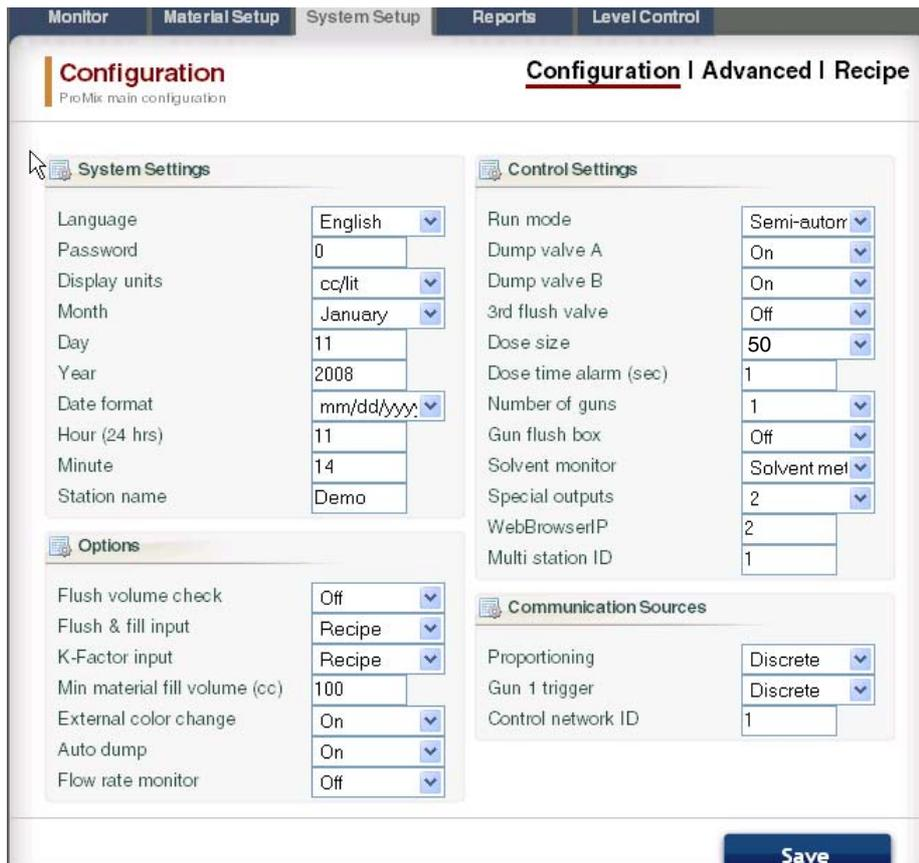

ABB. 46. Registerkarte „System-Setup“, Konfigurationsbildschirm
Jedes EasyKey muss über einen eindeutigen Namen und eine IP-Adresse verfügen. Zur Einrichtung des Stationsnamens (1-99) siehe den Konfigurationsbildschirm in ABB. 46.
- Der Bildschirm **Konfiguration** entspricht den Systemkonfigurationsbildschirmen des EasyKey. Siehe ABB. 46. Vollständige Informationen zu diesen Einstellungen und ihrer Wirkungsweise finden Sie im Abschnitt „Vorbereitung“ der Betriebsanleitung des Systems.